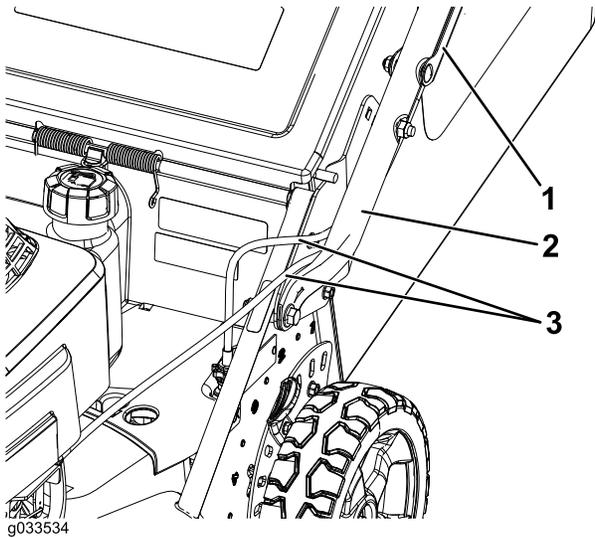

図 4
- コントロールケーブルは、損傷ないようにデッキとハンドルとの間に配設する 図 4。